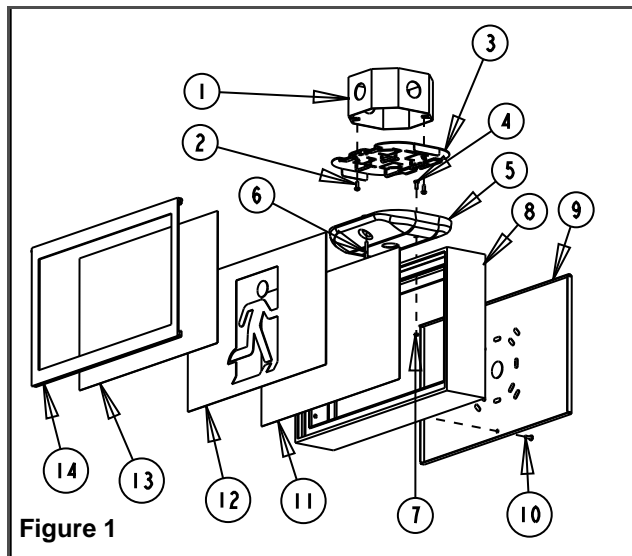

Figure 1
- c. Fixer le pavillon à l'enseigne à l'aide des vis courtes cal. #8-32 et des écrous à rondelle dentée fournis (voir Figure 1)